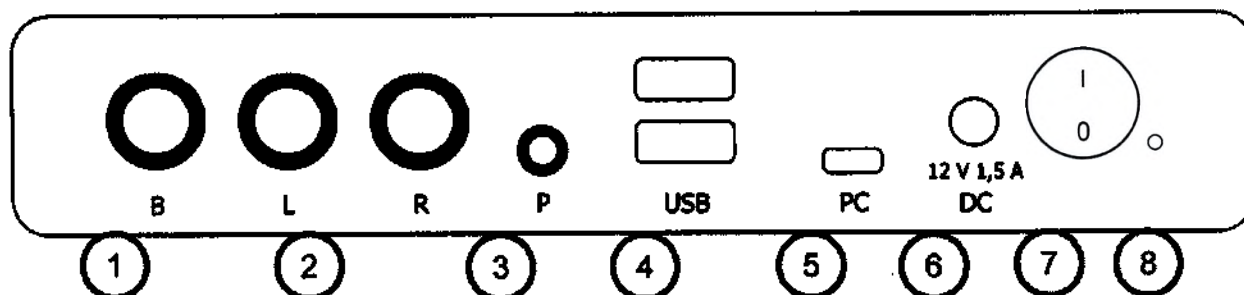

Рисунок 2 – Расположение разъемов и элементов управления на задней панели основного блока Аудиометра KBV Porto
На задней панели корпуса основного блока Аудиометра KBV Porto (рисунок 2) располагаются разъемы для подключения костного вибратора (1), головных телефонов (2) (L- для левого канала, R – для правого канала головных телефонов), пульта обследуемого (3), USB-устройств (4), персонального компьютера (5) и сетевого зарядного устройства AC/DC (блока питания) (6).
Перед использованием Аудиометра подключите необходимые для работы комплектующие. Подключение осуществляйте строго в соответствии с назначением разъемов (см. рисунок 2).